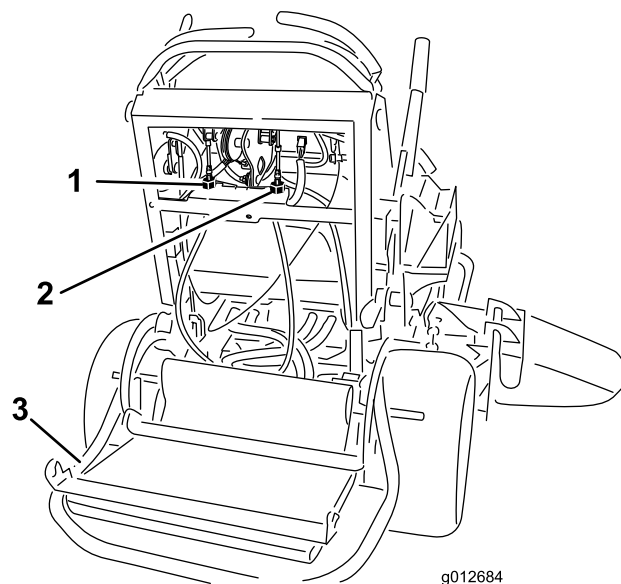

Figure 71
- Placez le verrou à câble sur les écrous de réglage de câble pour bloquer le réglage (Figure 71).